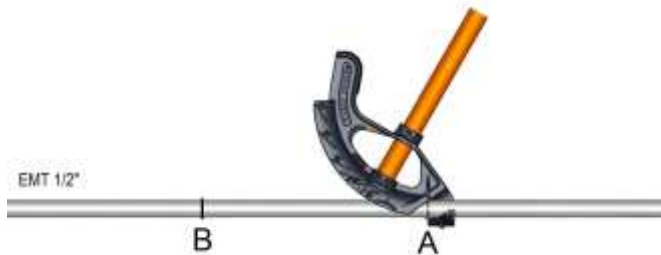

Figura 47. Colocación del doblador en el primer punto
- Utilizando la técnica para alinear la dobladora en el tubo, como se describió en el boletín técnico 60 en el apartado de la sección 5.1 de la curva a 90°, se coloca el doblador en la tubería con el gancho opuesto a la segunda marca y se alinea el símbolo de la flecha con la primera marca "A" tal como se aprecia en la figura 47.